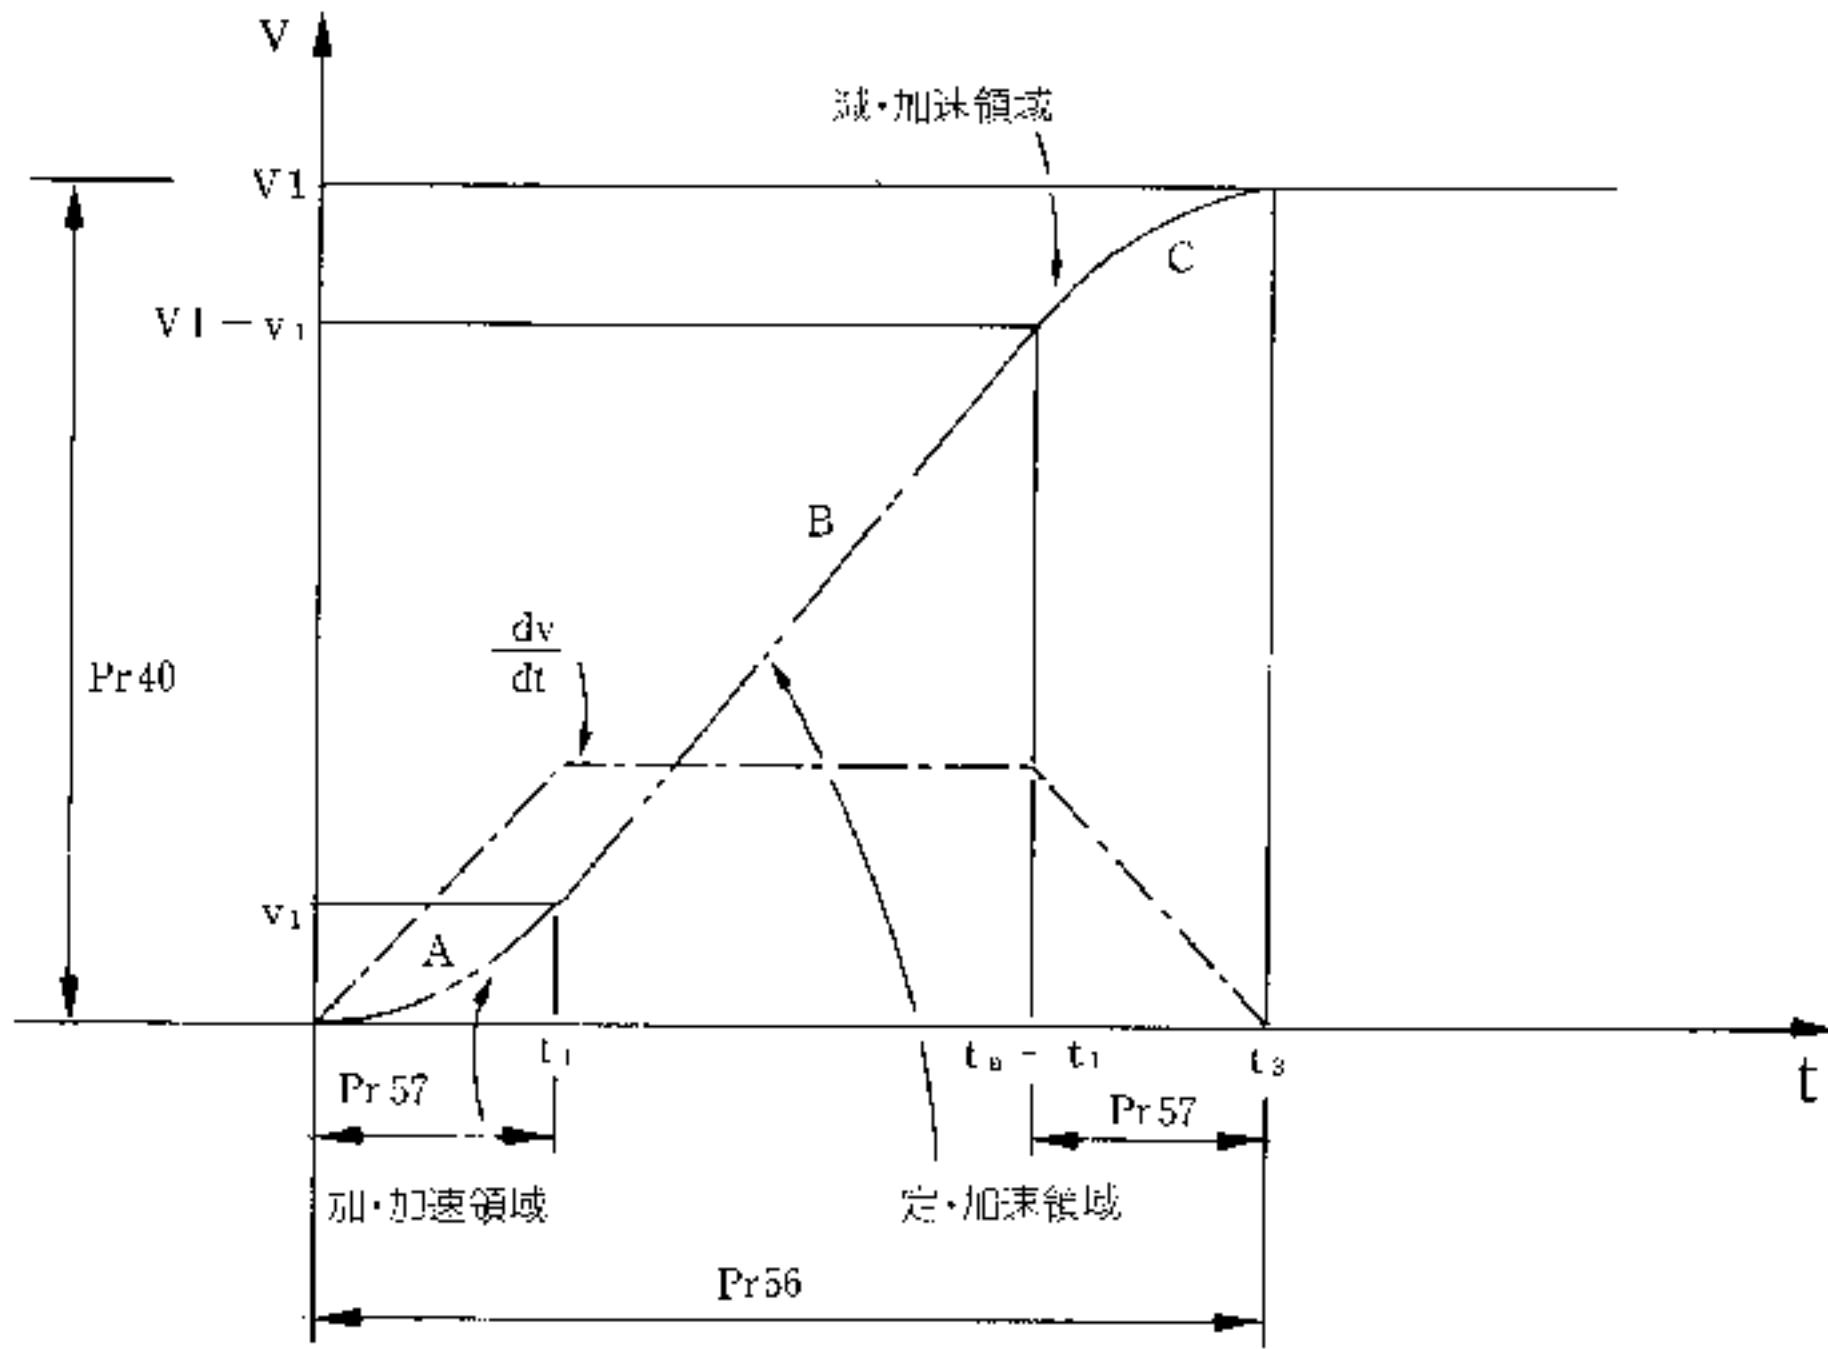
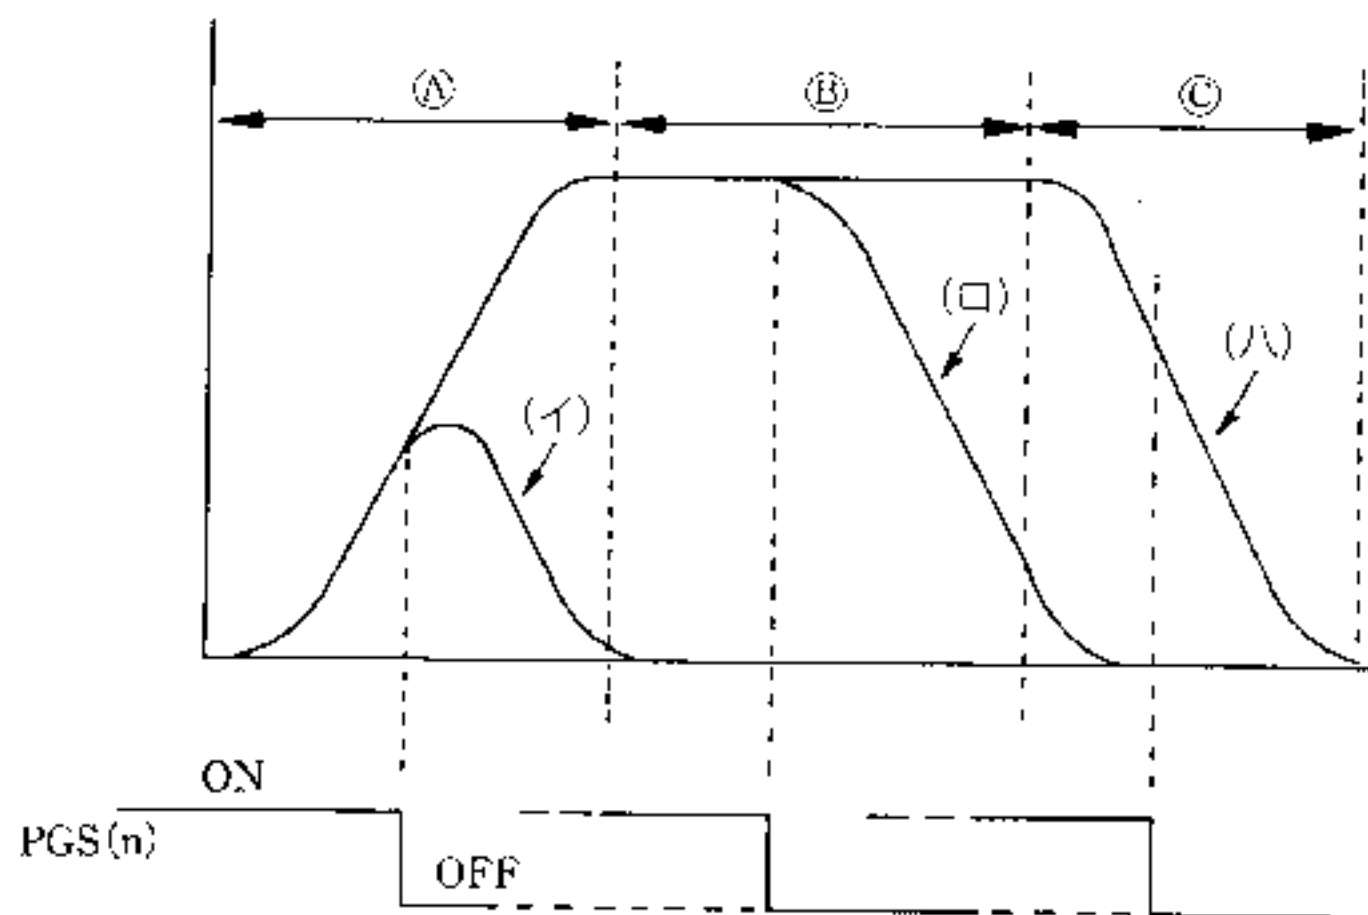

図 4-77 S字加速曲線
図 4-80 途中停止時の速度曲線
① S字加減速曲線は図4-77に示すように三つの領域から構成されます。
② 加速と減速は対称パターンです。
③ S字加減速曲線は以下の3個のパラメータによって定義します。
S字加減速位置決め動作の速度曲線は図4-77に示すとおりです。運転途中に停止信号が入力された場合は, そのタイミングによって図4-80に示す動作をしますので注意してください。